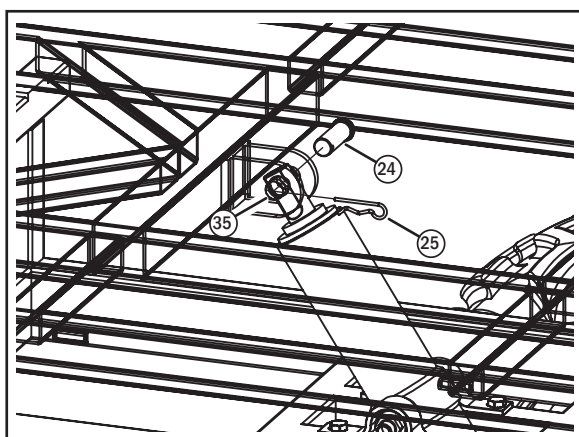

Fig. 11
Étape 13 : Installez le plateau. Avec l'aide d'au moins une autre personne, placez soigneusement le plateau (11) sur le châssis principal, en alignant les supports arrière du châssis principal et installez la goupille en R (25) dans le trou de la goupille de retenue, comme indiqué sur la fig. 11.